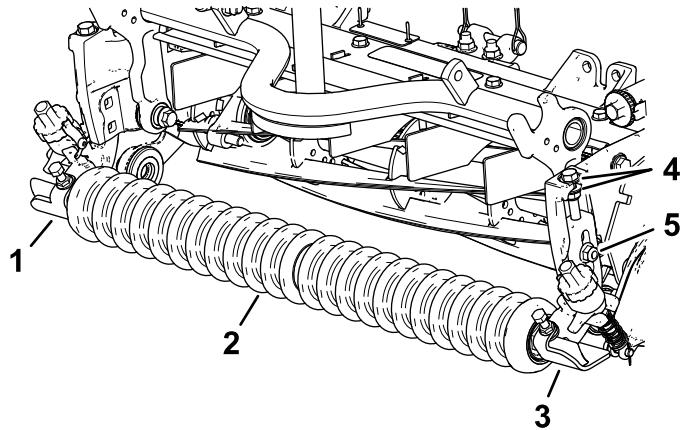

Figura 11
1. Instale provisionalmente los conjuntos izquierdo y derecho de los soportes de altura de corte y el conjunto del rodillo delantero en las chapas laterales de la unidad de corte, con los pernos de cuello cuadrado que retiró anteriormente (Figura 11).